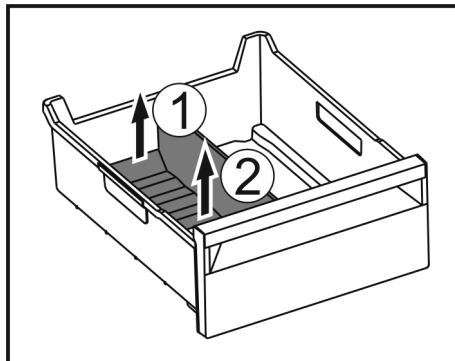

Fig. 99
► Повдигнете задната част на разделителя на отделението за лед. Fig. 99 (1)
► Извадете разделителя на отделението за лед нагоре. Fig. 99 (2)